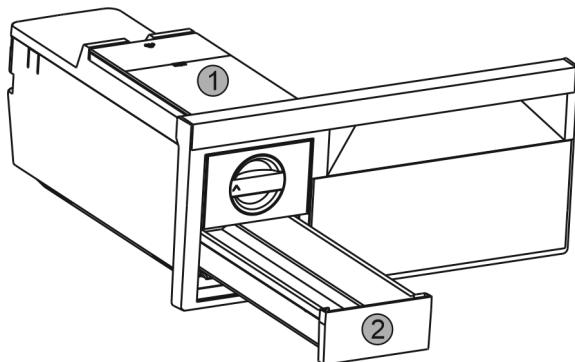

Fig. 37
- Извлечь бак для воды Fig. 37 (1) и выдвижной ящик для производства кубиков льда Fig. 37 (2).